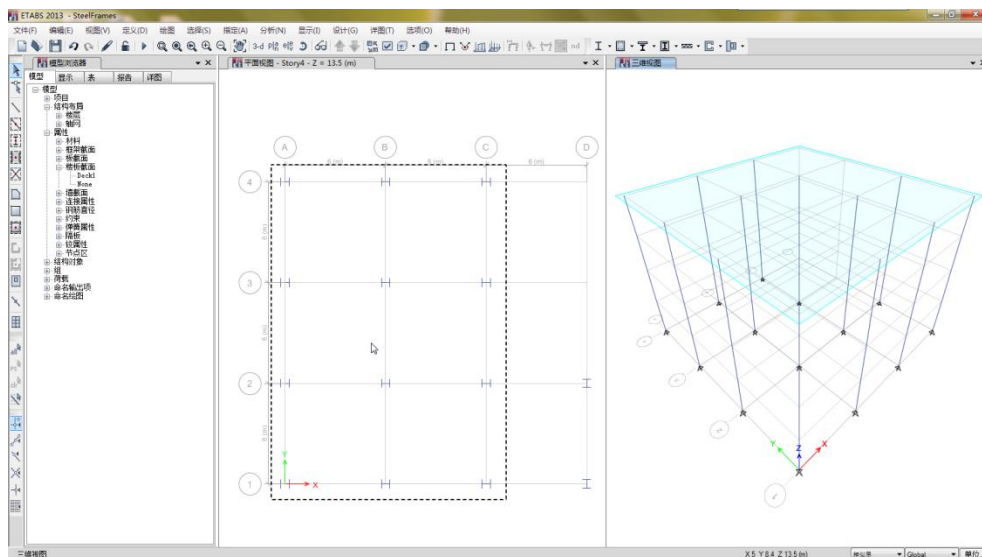

图 3-13 在窗口区域中绘制柱对象
9. 通过“框选”方式，一次绘制其余的柱。具体操作为：在轴线交点 A-4 左上角按下鼠标左键，拖曳鼠标至 C-1 的右下角后，松开鼠标，如图 3-13 所示。程序将在虚线框内轴线交点处绘制柱对象。注意：在拖曳鼠标过程中，出现如图 3-13 所示的虚线框。同时留意两次创建的 I 字形柱强弱轴方向的不同，这是由改变角度值造成的。